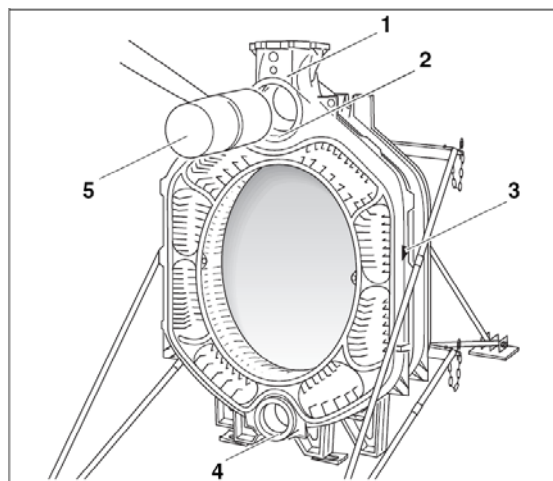

Fig. 13
- Sätt den övre och nedre nippelgången (Fig. 13, **pos. 2 och 4**) på mellansektionen med frånledningsanslutning (Fig. 13, **pos. 1**) på nipplarna i det bakre elementet. Riktningsspilen för montering (Fig. 13, **pos. 3**) ska peka bakåt.
- Slå fast den första sektionen (Fig. 13, **pos. 5**) på det bakersta elementet med en trä- eller gummihammare.